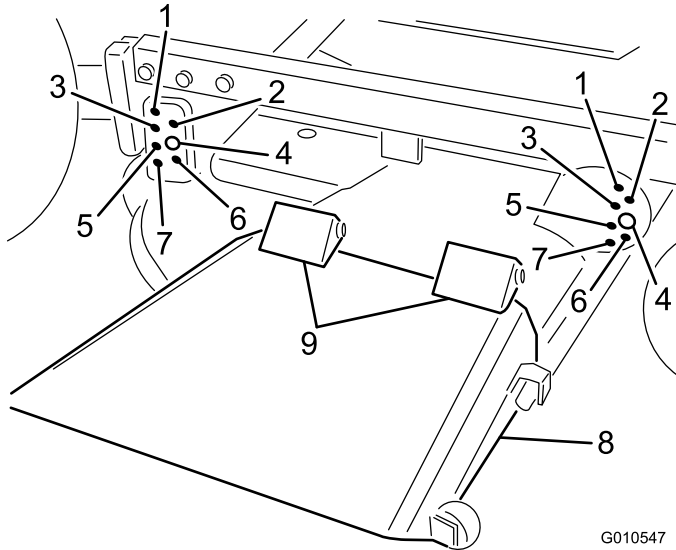

図 11
刈高の調整範囲は 25 - 102 mm、調整間隔は 13 mm 刻み；調整は、4本のクレビスピンを所定の穴にセットすることにより行う（図 11）。
**注** デフレクタは、スプリングによって下向きにセットされています（図 11）が、トレーラに搭載する時など、必要に応じてデフレクタを開くことができます。